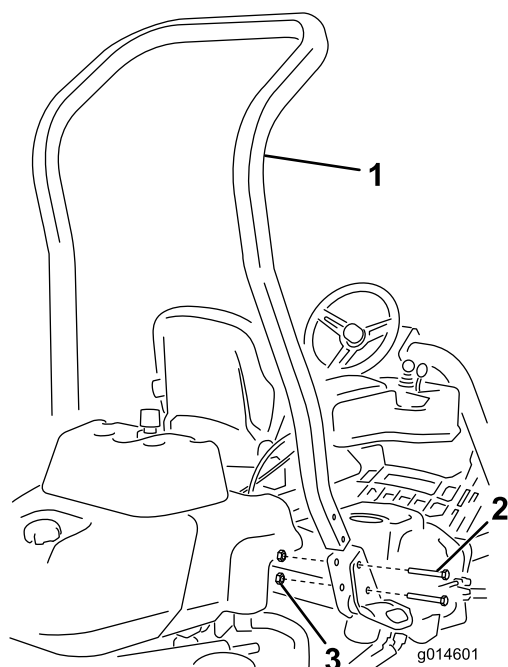

Figura 3
3. Instale la barra antivuelco en los alojamientos laterales de la máquina usando 4 pernos (1/2 x 3/4 pulgada) y cuatro tuercas con arandela prensada (1/2 pulgada) (Figura 3).